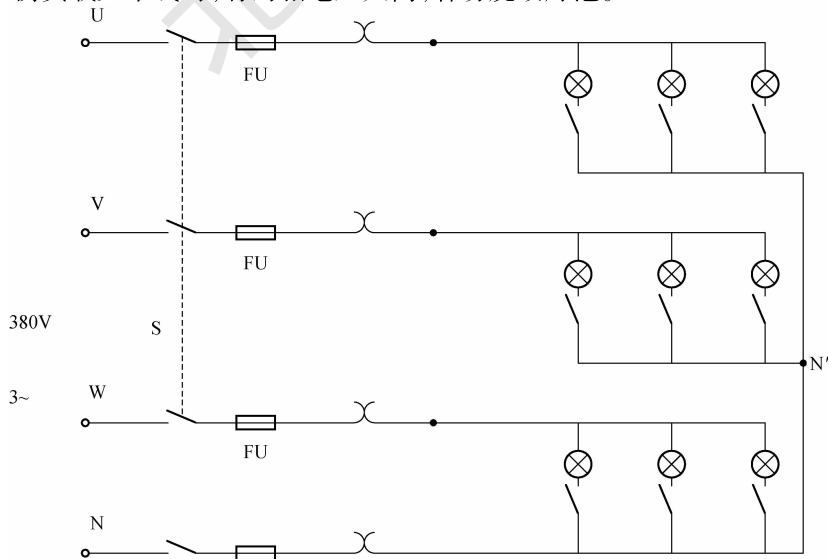

图 2.10.1
(1) 选取灯泡负载单元板,电流测量插口单元板及三相负荷开关单元板,安放在实验台框架的合适位置上,按图 2.10.1 将电灯负载接成星形接法的实验电路。
(2) 每相均开 3 盏灯(对称负载)。
(3) 测量各线电压,线电流、相电压、中线电流及用三瓦特计法和二瓦特计法测量三相电功率,并将所测得的数据填入表中(自制)。
(4) 将三相负载分别改为 1、2、3 盏灯,接上中线,观察各灯泡亮度是否有差别,然后断开中线开关,再观察各灯亮度是否有差别。重复步骤(3)并测量无中线时电源中性点  $N$  与负载中性点  $N'$  的电位差  $U_{NN'}$ ,并记录。注意,在断开中线时,观察亮度及数据时动作要迅速。不平衡负载无中线时,有的相电压太高,容易烧毁灯泡。